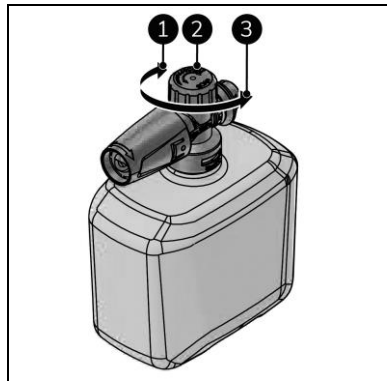

Abbildung 18
3. Drehen Sie den Kopf der Schaumdüse (Abbildung 18, Pos. 2), um die Schaummenge zu verändern:
- für mehr Schaum im Uhrzeigersinn drehen (Abbildung 18, Pos. 1).
- für weniger Schaum gegen den Uhrzeigersinn drehen (Abbildung 18, Pos. 3).